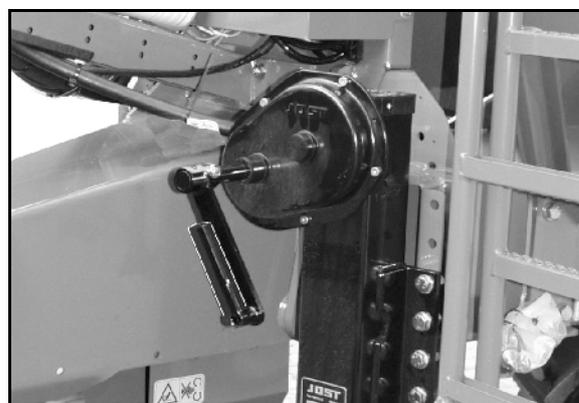

Fig. 43
**Relever le levier en conséquence (Fig. 43) après l'actionnement de la manivelle !**